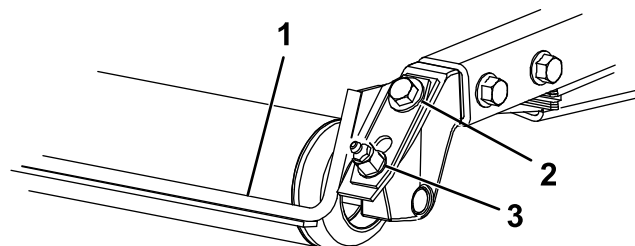

Figura 10
1. Desaperte o bocal de lubrificação e o parafuso de fixação (Figura 10).